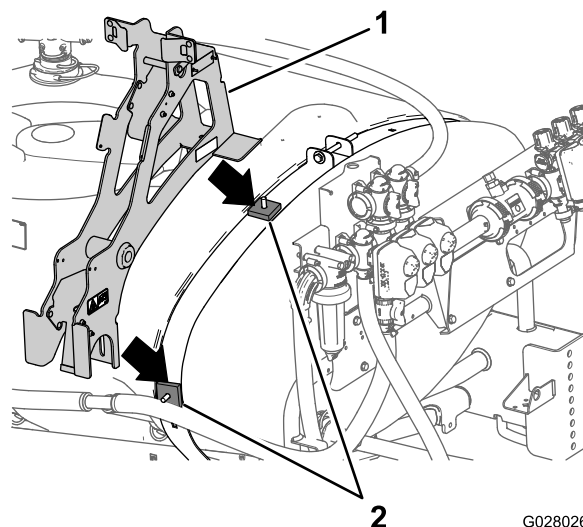

図 3
5. 先ほど取り付けたキャリッジボルトに、四角いスペーサを2個取り付ける 図 3。
6. 図 3に示すように、角スペーサとキャリッジボルトの上からメインサポートフレームを取り付ける。